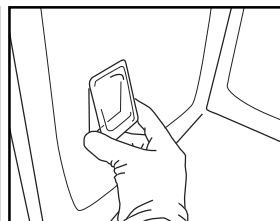

Fig. 10
5. Riposizionare il coprilampada e spingerlo con fermezza fino a quando scatta in posizione (Fig. 10).